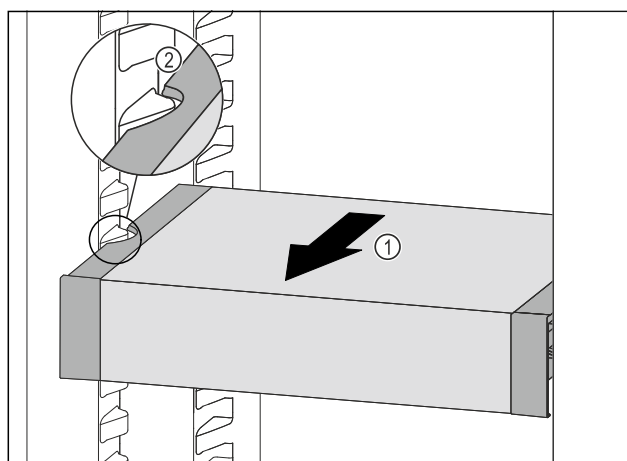

Fig. 97
- 向前拉动 VarioSafe Fig. 97 (1)，直至 VarioSafe 的侧部凹槽与冷藏区中的容器肋梁持平。 Fig. 97 (2)